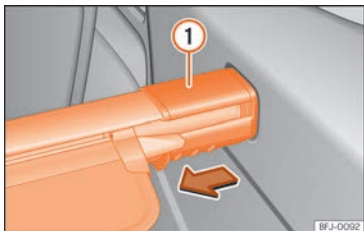

Abb. 124 Im Gepäckraum: Gepäckraumabdeckung ausbauen
- Abdeckungsträger »» **Abb. 124** ① in Pfeilrichtung drücken und in dieser Position halten.
- Abdeckungsträger »» **Abb. 124** ① loslassen.